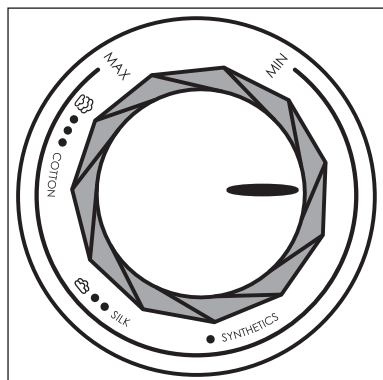

Fig. 2
- 3) Setați temperatura potrivită cu ajutorul regulatorului de temperatură 6 (a se vedea tabelul de mai jos și fig. 2).